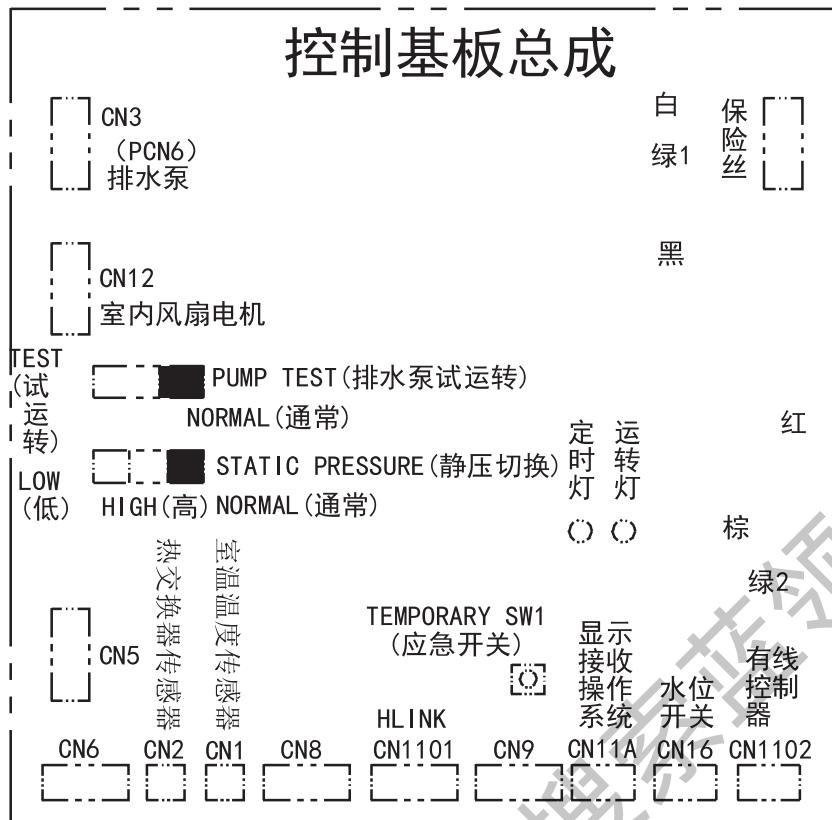

图10
- (5) 在接好电线和排水管后, 按下面步骤检查确认水流通畅。
- b. 将控制基板上排水泵拨到“试运转”档。(图10)